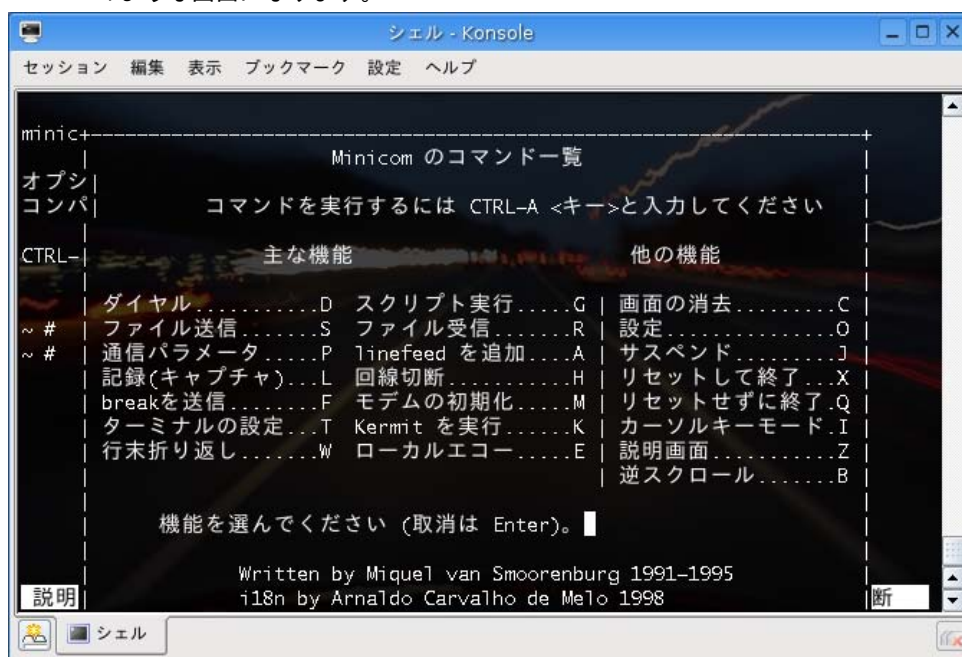

図 2-3-9-1. Minicom コマンド一覧
- ③ 「minicom」の通信設定を行います。「CTRL-A」を押して、「Z」キーを押してください。図 2-3-9-1 のような画面になります。